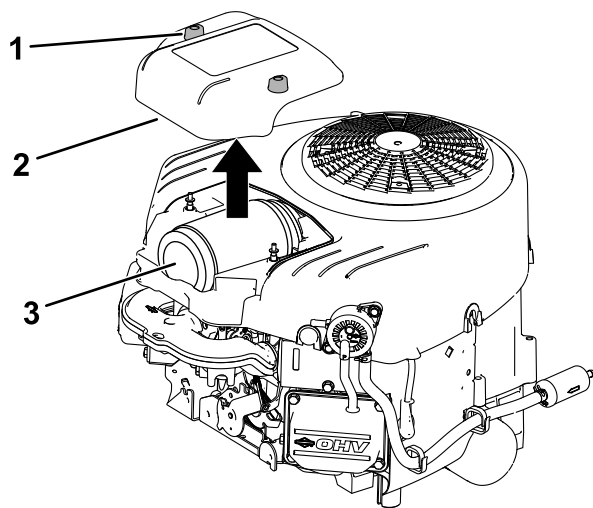

Figure 39
3. Reposez le couvercle et serrez les boulons (Figure 39).